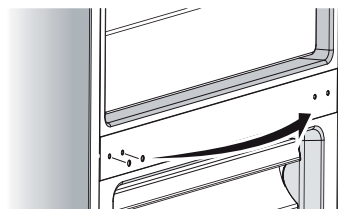

Fig. 9
8. Fig. 9 Vyjměte záslepky otvorů pro šrouby k zajištění středního dveřního závěsu z otvorů v levé části a zaslepte jimi otvory na protilehlé straně.